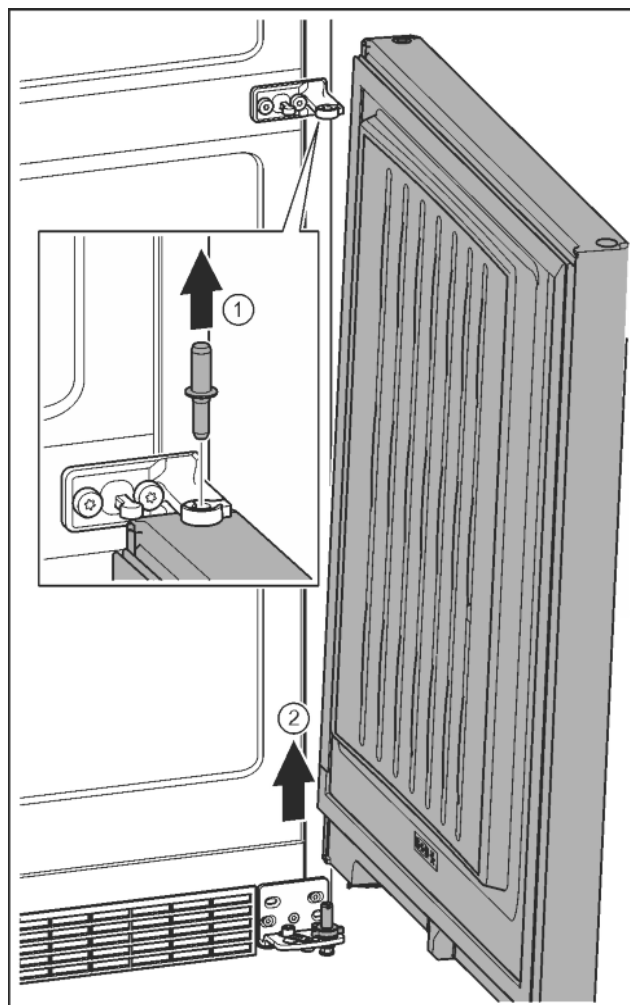

Fig. 12
- ▶ Estrarre il perno verso l'alto. Fig. 12 (1)
- ▶ Ruotare la porta per estrarla sollevandola e sistemarla da parte. Fig. 12 (2)